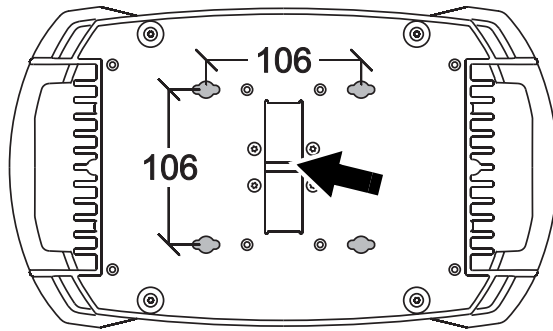

Figure 3: Point de fixation de l'élingue de sécurité
5. Voir Figure 3. Sécurisez la fixation contre une rupture du crochet ou d'une embase avec une accroche secondaire qui supporte au moins 10 fois le poids du projecteur. Attachez-la au point prévu sous le socle (repérée par le label «SAFETY WIRE»). Ce point est conçu pour accepter les mousquetons. N'utilisez aucune autre partie du projecteur pour l'élingue de sécurité.